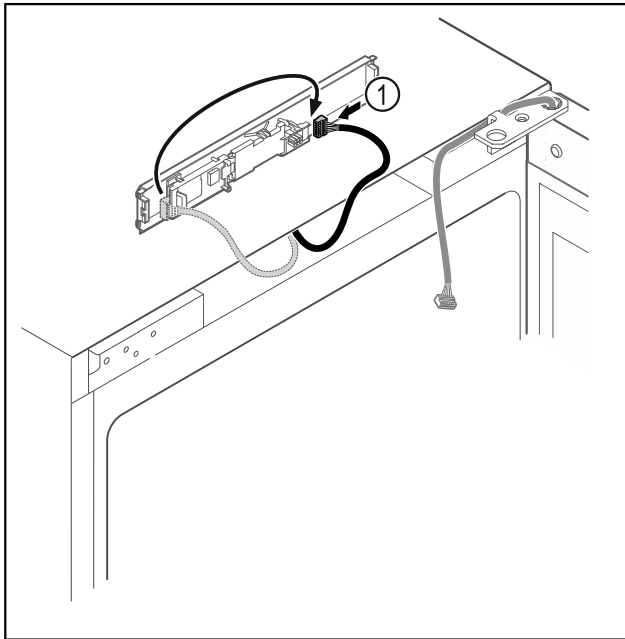

Fig. 20
- ▶ Dugja át a dugót Fig. 20 (1) a NYÁK-ba.